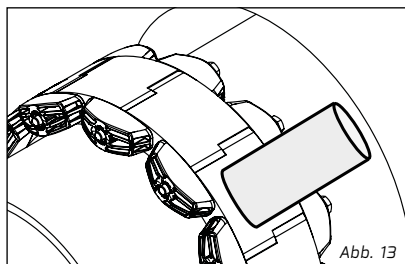

Abb. 13
- 1 Die offene Gliederkette **mittig und umgekehrt** über das Medienrohr legen und Übergänge/Schnittflächen der einzelnen Elastomersegmente mit Gleitmittelstift leicht einsmieren (siehe Abb.: 13).